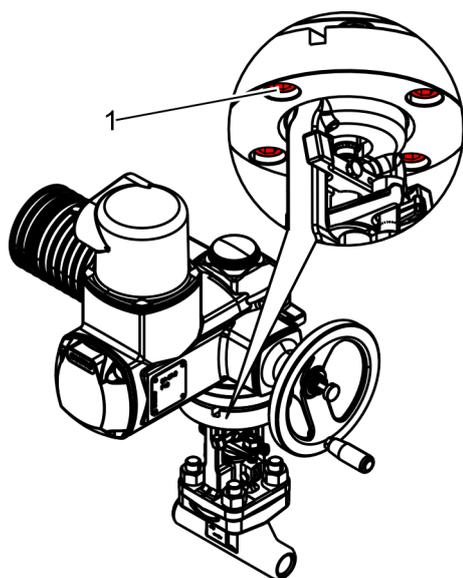

Fig. 36: Retrait des vis
2. ➤ Dévisser les vis de (Fig. 36/1) de l'entraînement électrique et retirer toutes les rondelles.